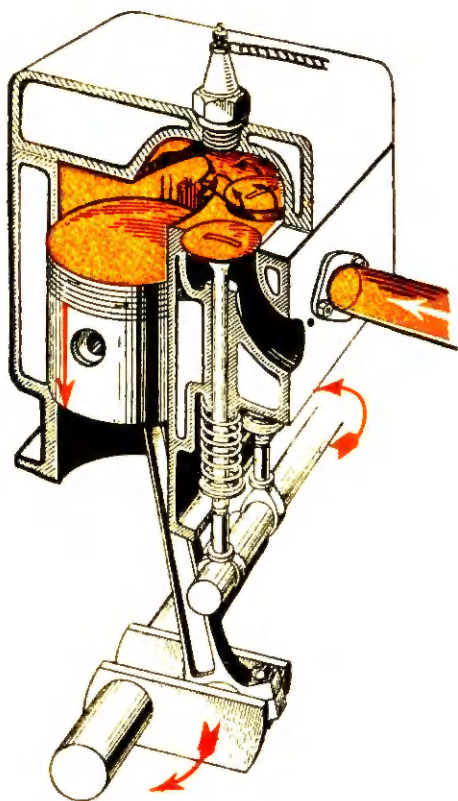
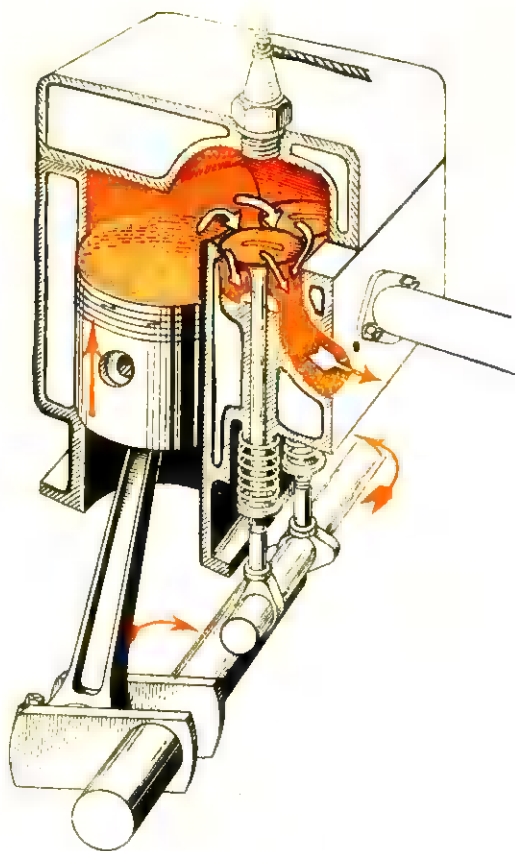

Рис. 3. Всасный сув.
Рис. 7. Сув-вихлиний.
Складові частини, конструкція і спосіб праці чотирохсувного рушія Отта з'ображені на рис. 3 до 8.
го чи корбового, що може обертатися в **ложах** прикріплених до блоку циліндрів. Таким чином, хитун переносить посувний рух толока на колінчастий вал або навпаки. Ложа мають **панівки** вилляні білим металем (композицією) для охорони чопів. Коли коліно валу займе горішнє пряме (вертикальне) положення, то толоч знайдеться в горішньому скрайньому положенні, яке зветься **горішнім мертвим положенням**. По обороті коліна о 180° в низ, толоч займе **долішнє мертве положення**. Рух толока з горішнього мертвого положення в долишнє або навпаки — звемо одним **сувом** або **тантом**. Рушій **чотирисувний** або **чотиротактний** виконує один перебіг праці, що стало повторяється, в чотирьох сувах чи тактах. Паливо в формі розпорошеної в повітря бензини входить до циліндра **всисним отвором**, який відчиняє і зачиняє **всисний хлипак** (рис. 3). Запалює суміш повітря з бензиною електрична іскра, що повстає в **запаловій свічці**. Свічка є викручена в голові мотору і входить до так званого компресійного простору між толоком і головою мотору. Гази спалення виходять **вихлипним отвором** (гляди рис. 7), що відчиняється і зачиняється **вихлипним хлипаком**. Кожен циліндер (валець) має 2 хлипаки: всисний і вихлипний, що рухаються від **кулачкового вална**. Кулачковий валок одержує потіг від колінчастого валу через пару зубчастих коліс (гл. рис. 8). Циліндер і голова мають подвійні стінки, поміж якими пропливає вода, що холодить мотор, якщо він не холодиться повітрям.
1. **Сув всисний**. Толоч знаходиться в горішньому мертвому положенню, всисний хлипак саме відкрився. Обертаємо колінчастий вал (напр. при допомозі корби) вправо. Толоч рухається вниз і засисає через всисний провід і хлипак суміш (рис. 3). Толоч осягає долишнє мертве положення і всисний хлипак зачиняється.
4. **Сує вихлипний.** Силою розгону вал обертається дальше, толок рухається вгору (рис. 7) і викидає через відкритий вихлипний отвір газу спалення. В поблизу горішнього мертвого положення відкривається хлипак всисний і закривається вихлипний і, по переході мертвого положення, починається слідуючий перебіг праці.
2. Зламана пружина, що притискає хлипак до його гнізда (гл. рис. 3 до 8).